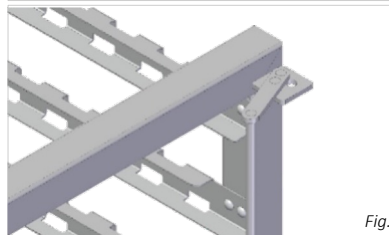

Fig. 4
- Bloquee las bandejas colocando el seguro en la posición correcta. (fig. 4)